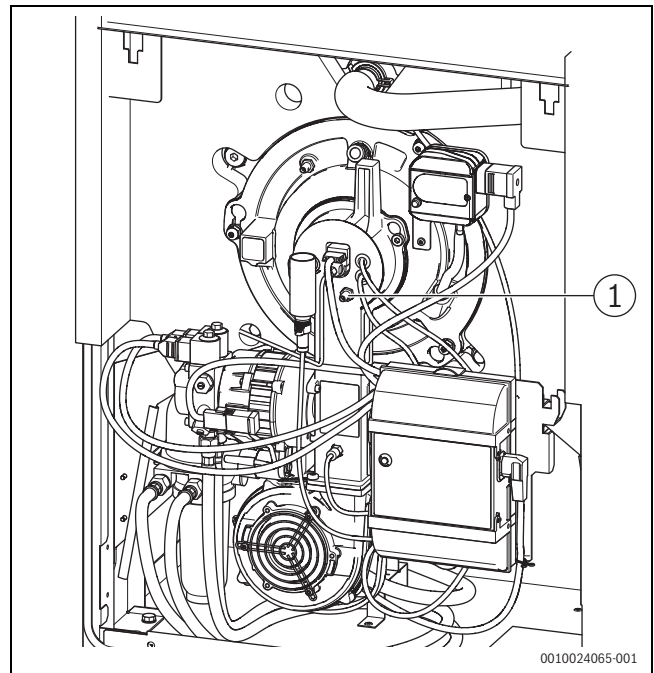

Bild 57 Statischen Gebläsedruck messen
- ▶ Druckmessstutzen (→ Bild 57, [1], Seite 32) für den statischen Gebläsedruck am Brennergehäuse öffnen.
- ▶ Messgerät für statischen Gebläsedruck am Druckmessstutzen (→ Bild 57, [1], Seite 32) des Brennergehäuses anschließen.